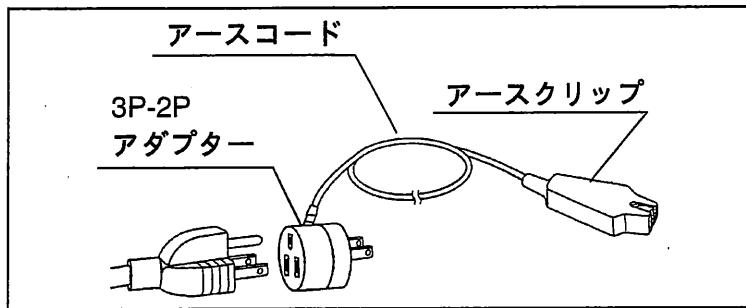

図 3.11
- 2P コンセントの場合は、付属の 3P-2P アダプターを使用し、アースクリップを接地された金属に確実に接続します（図 3.11 参照）。